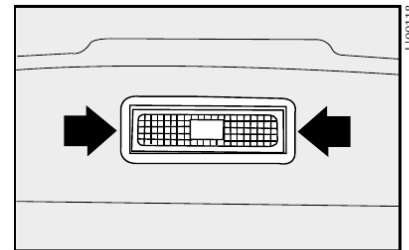

fig. 25
1) retire o porta-lâmpadas, com uma chave de fenda atuando nos pontos indicados pelas setas **fig. 25**.